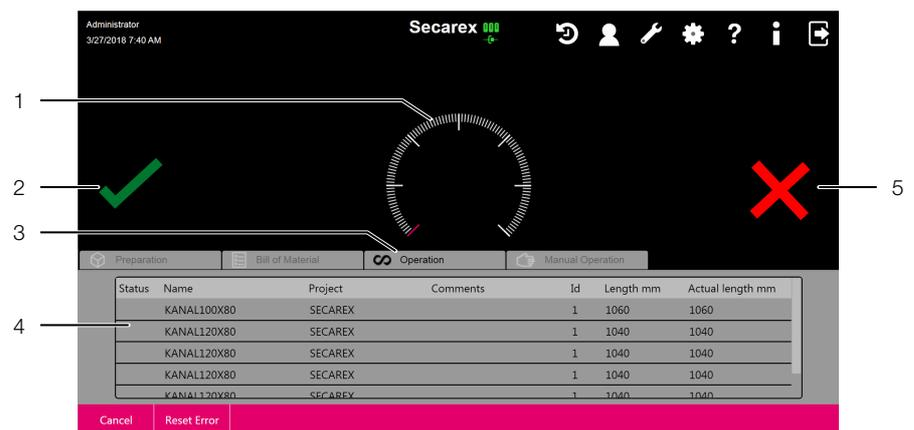

Fig. 12: Scheda «Funzionamento»
Selezionare la scheda «Funzionamento» (fig. 12, pos. 3) per avviare la lavorazione corrente. Sullo schermo vengono visualizzati i passaggi operativi per il personale addetto.
- Premere il pulsante «Pezzo difettoso» sullo schermo (fig. 12, pos. 5).